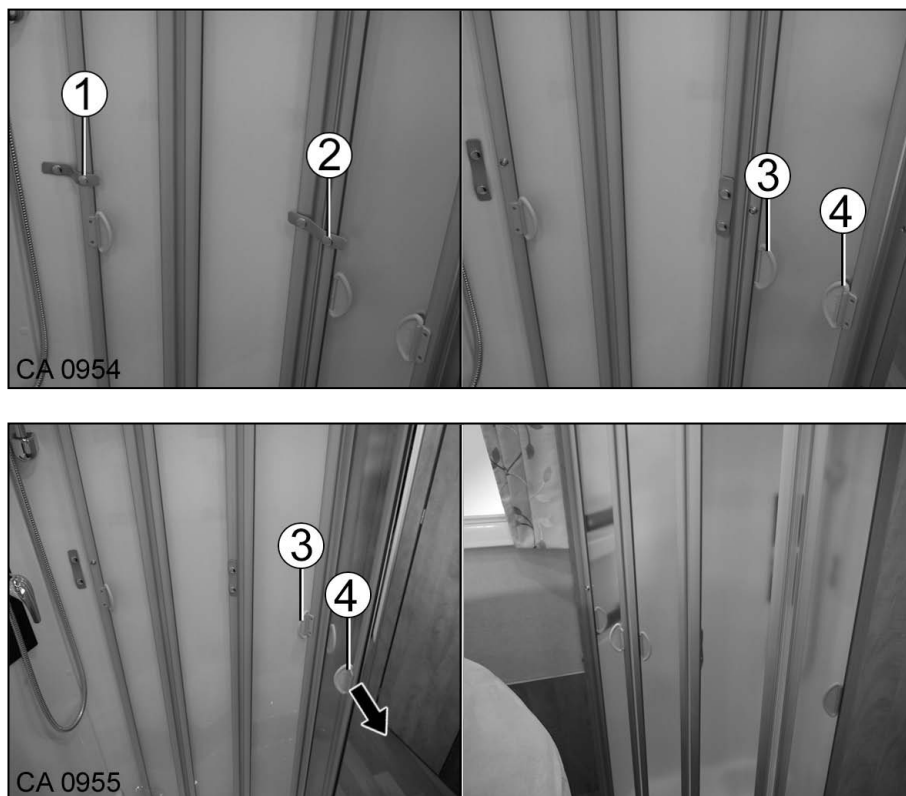

Fig. 149 Douche carrée avec portes coulissantes/portes à battants
1. Desserrer la fixation par bouton-pression (Fig. 149/1 et 2).
2. Rabattre les poignées (Fig. 149/3 et 4).
3. Fermer la porte coulissante avec la poignée (Fig. 149/3 et 4).